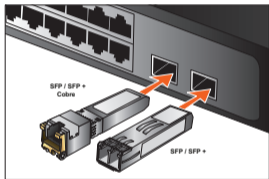

Figura 1: Inserción del módulo Mini-GBIC SFP / SFP +
1. Encienda el Switch y colóquelo sobre una superficie plana. Instale el nuevo módulo Mini-GBIC SFP / SFP + insertándolo en la ranura y deslizando hasta que se detenga (consulte **Figura 1**). Presiónelo firmemente hasta que escuche que el módulo encaja en su lugar. Nunca fuerce, retuerza ni doble el módulo SFP / SFP + Mini-GBIC. El módulo SFP / SFP + Mini-GBIC se desliza suavemente y el Switch detectará automáticamente el nuevo módulo.